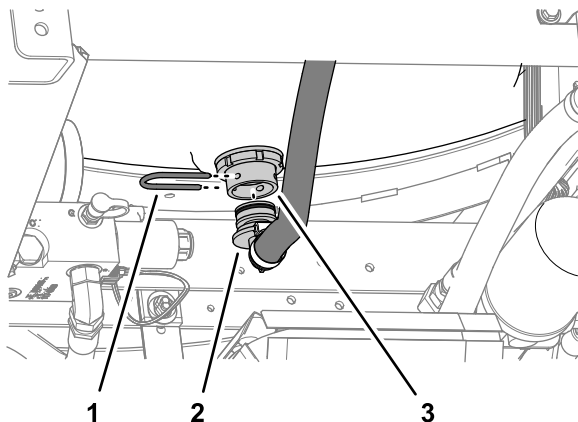

Figura 3
3. Na parte inferior do depósito de lavagem, retire a forquilha de retenção que prende a união de 90° do tubo de fornecimento à união do anteparo (**Figura 3**).
4. Retire a união de 90° da união do anteparo (**Figura 3**).